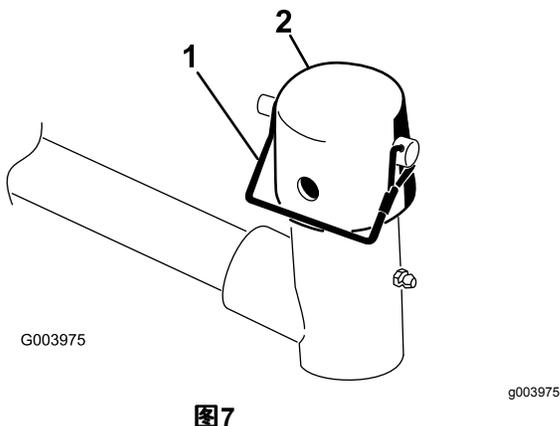

图7
6. 从提升臂轴枢上拆下锁扣销和中心盖图7。
10. 使用保险销将中心盖和承载架轴固定到提升臂枢图7。